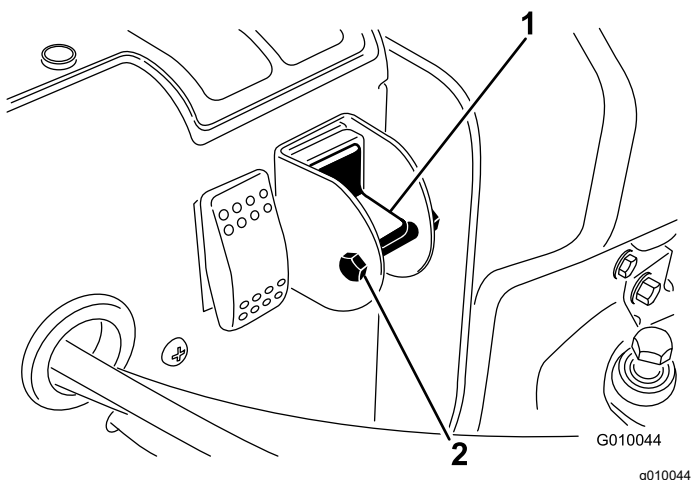

Figure 21
- Retirez le boulon et l'écrou de blocage du sélecteur (Figure 21).